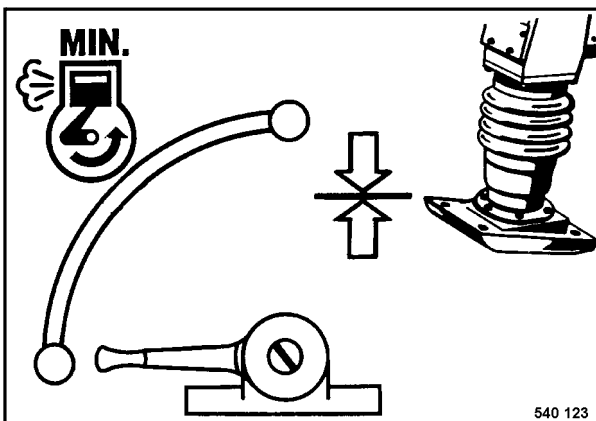

Fig. 5
- Para interrupciones breves de trabajo la palanca reguladora de revoluciones debe colocarse siempre en posición "MIN" (Fig. 5).